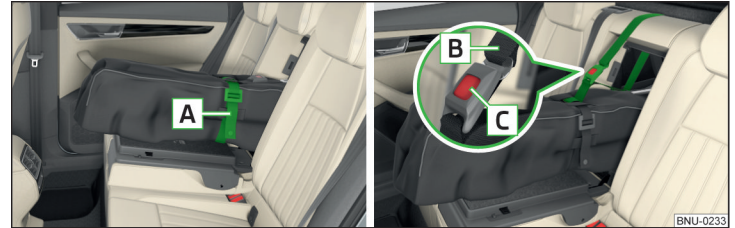

Abb. 124 Band anziehen / Sack sichern
- › Das Zugband **A** um die Skier **vor** den Bindungen festziehen » Abb. 124. Das Band muss die Skier fest umfassen.